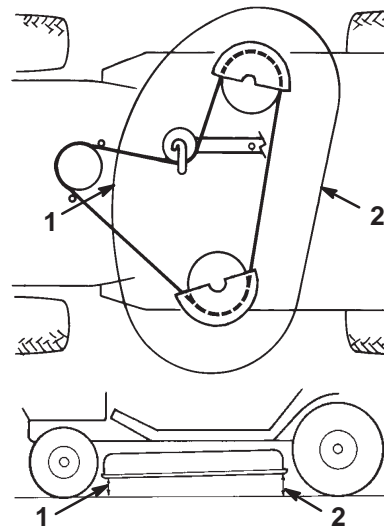

Bild 50
12. Messen Sie zur Prüfung der Schnittmesserneigung in Längsrichtung den Abstand zwischen der Mähwerkunterseite (Mitte vorne und Mitte hinten) und der ebenen Oberfläche (Bild 50). Wenn die Vorderseite nicht 3 – 10 mm tiefer liegt als die Hinterseite, ist eine Einstellung erforderlich.